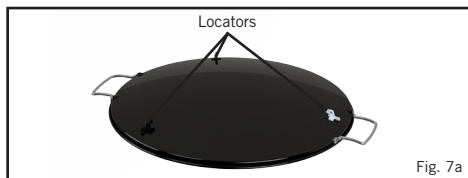

Fig. 7a
- Collocate la casseruola di cottura (F) sul complesso formato dal gambo e dal treppiedi.
Per predisporre all'uso lo Skottel Braai, collocatelo sulla casseruola di cottura (F) in modo che tutti e tre i posizionatori (V) (Fig. 7a) combacino correttamente con l'orlo della circonferenza della casseruola di cottura (F), dando stabilità all'insieme.